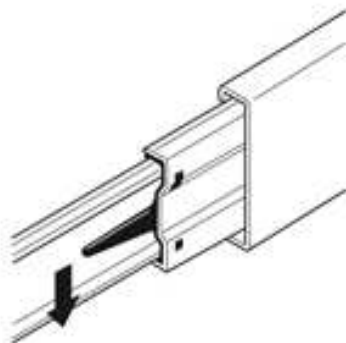

Рисунок 1
4.1 Устройство предназначено для крепления на стену, для этого в задней стенке имеются четыре отверстия под анкерные болты. Для удобства монтажа принтер должен быть снят с направляющих нажатием на фиксаторы направляющих (рисунок 1). Предварительно необходимо отсоединить от принтера подведенные кабели.